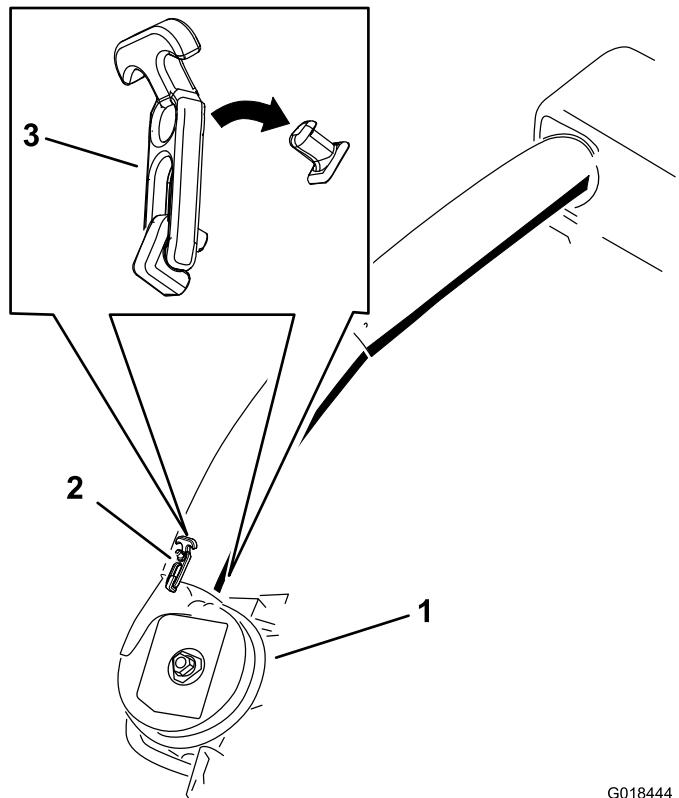

Figure 33
- J. Le plateau de coupe étant abaissé à la position la plus basse et le capot étant fermé, regardez sous le capot et mesurez la longueur de tube d'éjection supérieur qui dépasse de la trémie. Si le tube dépasse de plus de 7,6 cm, coupez l'excédent (Figure 33).
- P. Glissez le bas du tube d'éjection inférieur sur l'orifice d'éjection du ventilateur et alignez le cran dans le tube sur le verrou inférieur, puis fermez les verrous du tube d'éjection inférieur (Figure 33).